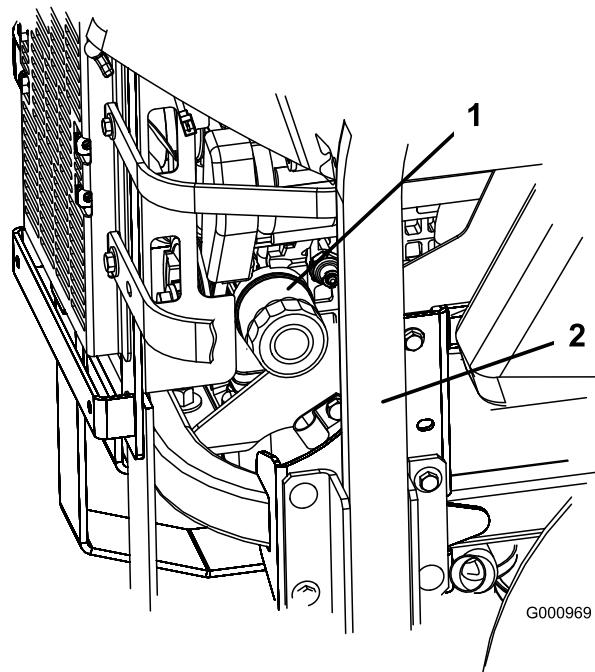
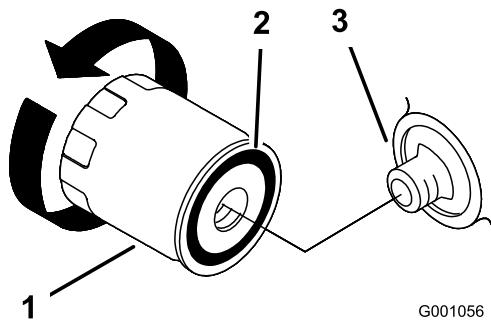

Figura 39
Figura 40
2. Girate il filtro in senso antiorario e toglietelo (Figura 39 e Figura 40).